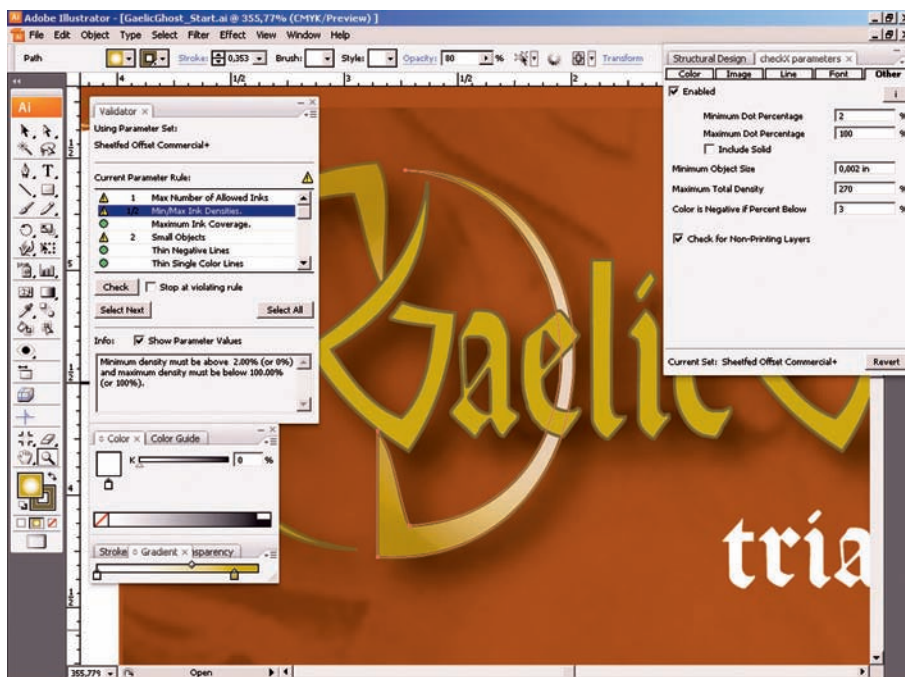

Рис. 2. checkX: поиск и устранение ошибок в градиентах
– в файле присутствуют два градиента, которые начинаются с 0 %. Это может привести к возникновению эффекта «обрыва» при печати (рис. 2).